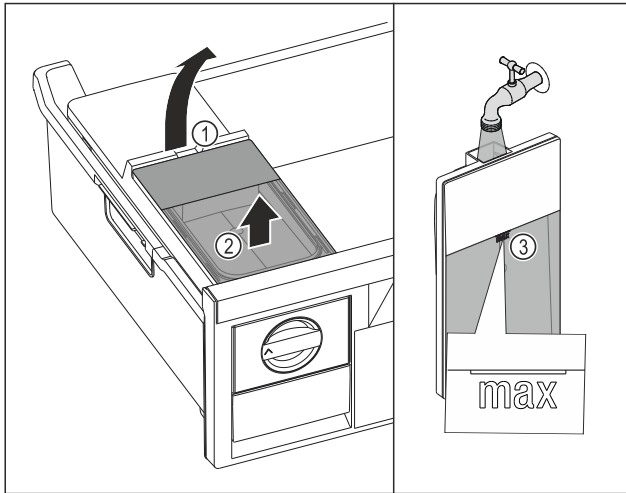

Fig. 98
- ▶ Sollevare il serbatoio dell'acqua dalla cavità Fig. 98 (1).
- ▶ Rimuovere il serbatoio dell'acqua estraendolo verso l'alto. Fig. 98 (2)
- ▶ Riempire il serbatoio dell'acqua con acqua potabile fino al contrassegno Fig. 98 (3).